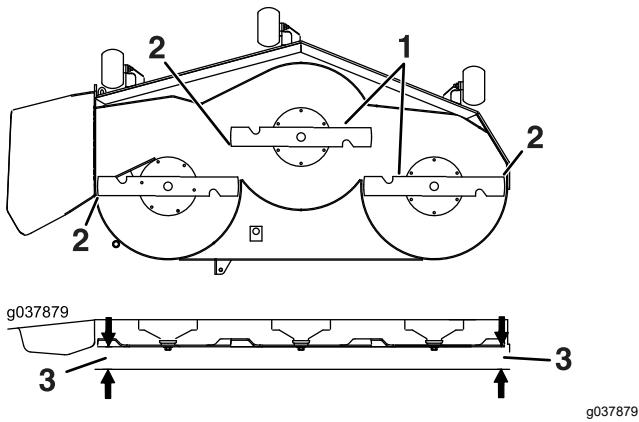

Bild 84
6. Messen Sie den Abstand zwischen der Messerspitze und der ebenen Oberfläche (Bild 84). Wenn beide Messwerte nicht innerhalb von 5 mm liegen, stellen Sie die Nivellierung ein; fahren Sie mit diesen Schritten fort.
14. Drehen Sie die Schnittmesser vorsichtig von einer Seite zur anderen (Bild 84).